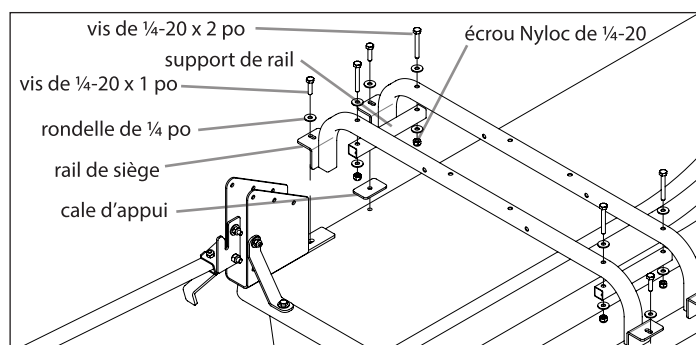

FIGURE 2
3. Attacher les deux (2) rails de siège (15033) avec deux (2) cales d'appui (11230), quatre (4) vis de 1/4-20 x 1 po, huit (8) rondelles de 1/4 po et quatre (4) écrous Nyloc de 1/4-20. Le rail de siège le plus proche de l'avant du traîneau se pose sur le dernier trou oblong de la plaque d'espacement (11631) montée à l'étape 1. L'autre rail de siège (15033) se monte avec les deux (2) cales d'appui (11230) afin de maintenir la même hauteur entre les deux rails. **VOIR FIGURE 2**
4. Attacher les deux (2) supports de rail (15650) avec quatre (4) vis de 1/4-20 x 2 po, huit (8) rondelles de 1/4 po et quatre (4) écrous Nyloc de 1/4-20. **VOIR FIGURE 2**